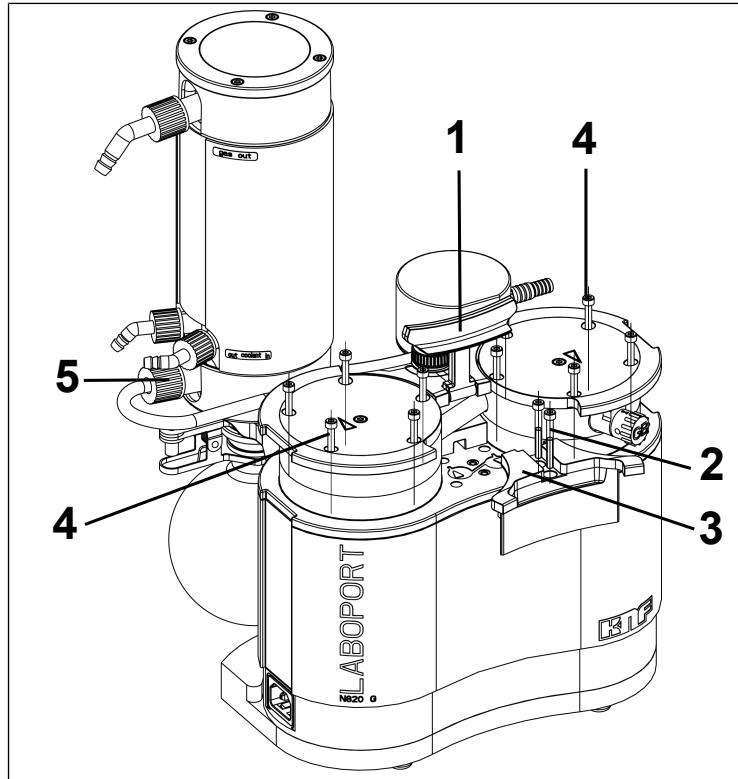
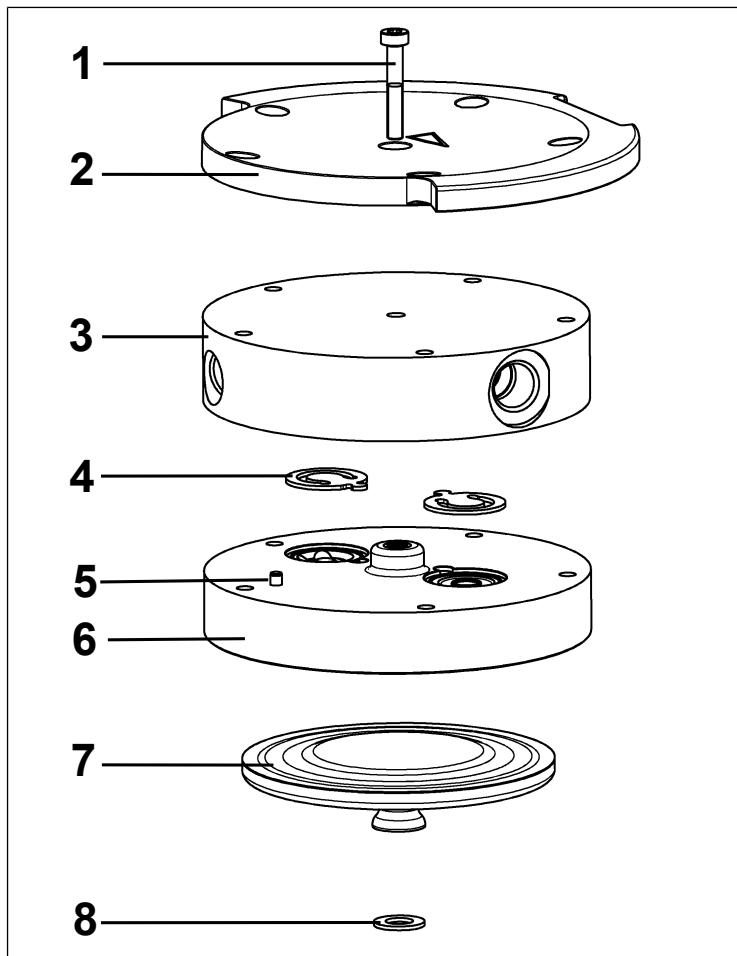

Fig.11: Smontaggio della copertura impugnatura
Fig.12: Testa pompa (nell'illustrazione: pompa N820)
2. Allentare il dado a risvolto del collegamento tubo flessibile (5/Fig. 11) dal componente del sistema per vuoto.
3. Portare l'impugnatura (1/Fig. 11) in posizione verticale.
4. Allentare le due viti (2/Fig. 11) della copertura impugnatura (3/Fig. 11).
5. Rimuovere la copertura impugnatura (3/Fig. 11).
6. Allentare le viti con testa esterne (4/Fig. 11) da entrambe le teste pompa.
**i** Le due viti con testa interne (1/Fig. 12) resteranno per il momento ancora serrate.
**i** I seguenti numeri di posizione sono riferiti al capitolo Fig. 12, se non diversamente indicato.
1. Contrassegnare la piastra di spinta (2), il coperchio testa (3) e la piastra intermedia (6) con un tratto a matita continuo. In tale modo si preverrà un successivo montaggio errato delle parti.
2. Prelevare le viti esterne (4/Fig. 11) dalle teste pompa.
8. Serrare saldamente la vite con testa interna (1) al centro della piastra di spinta (coppia di serraggio: 1 Nm).
9. Serrare le viti (4/Fig. 11) in sequenza incrociata (coppia di serraggio: SH/SR820G: 4 Nm; SR/SR840G: 5 Nm)
11. Serrare manualmente il dado a risvolto del collegamento tubo flessibile (5/Fig. 11) sul condensatore ad alte prestazioni (2/Fig. 2).
1. Montare la copertura impugnatura (3/Fig. 11).
2. Serrare le viti (2/Fig. 11) della copertura impugnatura (3/Fig. 11) (coppia di serraggio: 2 Nm).